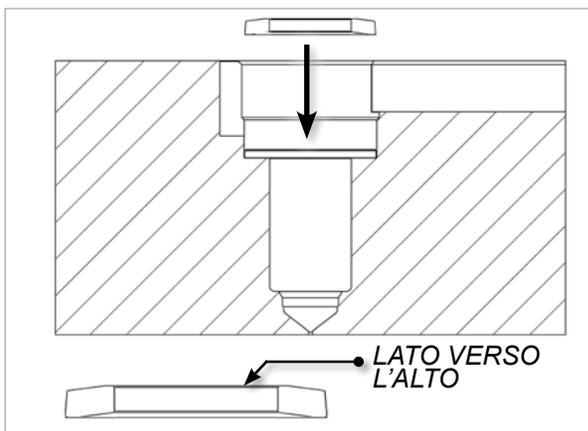

Figura 5-9 Installazione della molla a tazza
3. Applicare lubrificante per temperature elevate alla molla e installare la molla a tazza con l'orientamento corretto. Vedere la Figura 5-9.